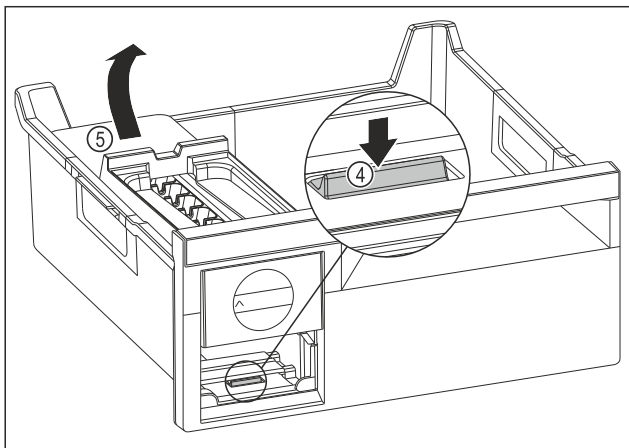

Fig. 136
- ▶ Изваждане на корпуса на EasyTwist-Ice: Натиснете езичето Fig. 136 (4) с пръст надолу и едновременно с това с другата ръка повдигнете корпуса на EasyTwist-Ice Fig. 136 (5) отзад.